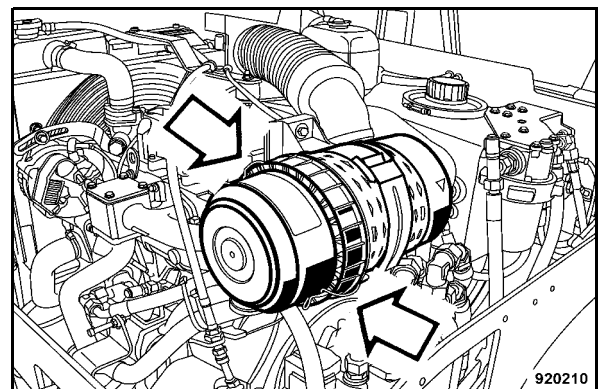

Fig. 140
- Déclipser les fermetures (Fig. 140) et retirer le couvercle.